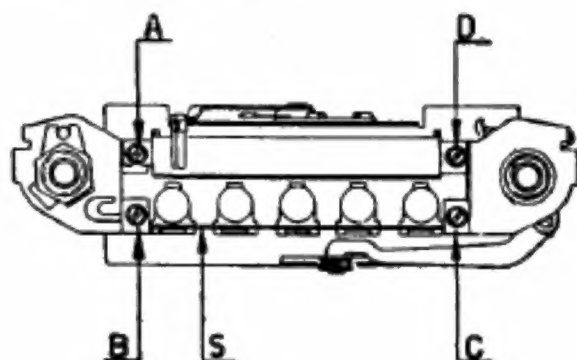

Fig. 1.
- 3) Togliere le due viti A e B (fig. 1) che fissano il supporto del potenziometro al sintonizzatore, dopo aver dissaldato il filo che collega l'interruttore con il portalamпада.
- 2) Allentare le viti B e C indicate nella parte inferiore del disegno di fig. 1.